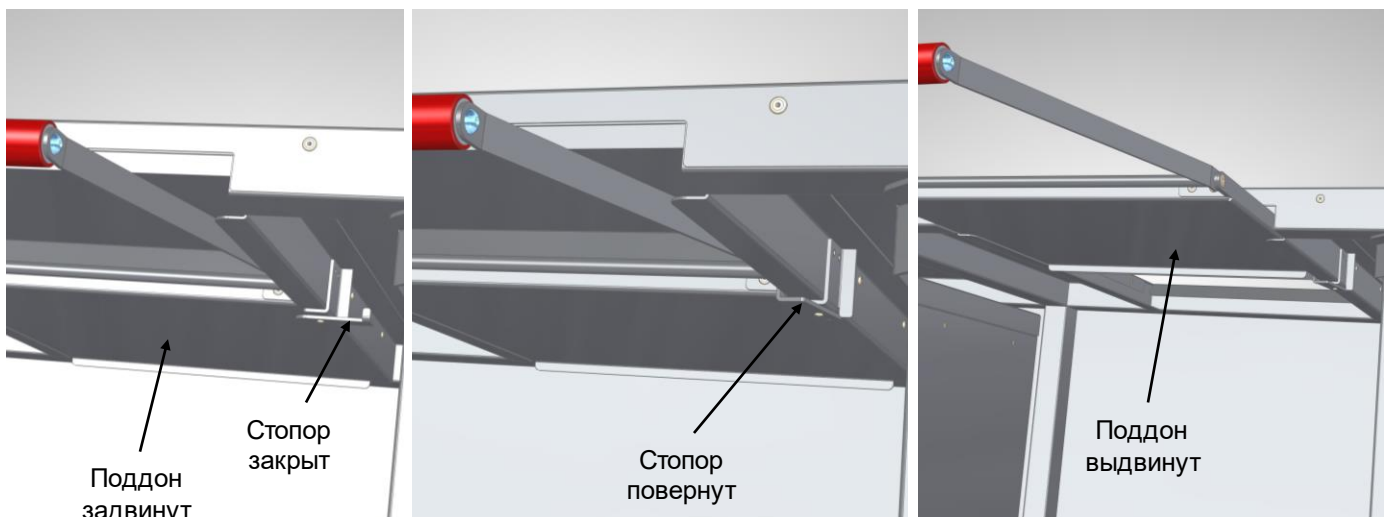

Рис. 3 Последовательность извлечения поддона
5.6 В случае намерзания льда на поддоне или необходимости его мойки необходимо извлечь его из-под стола, для чего необходимо (рис. 3):